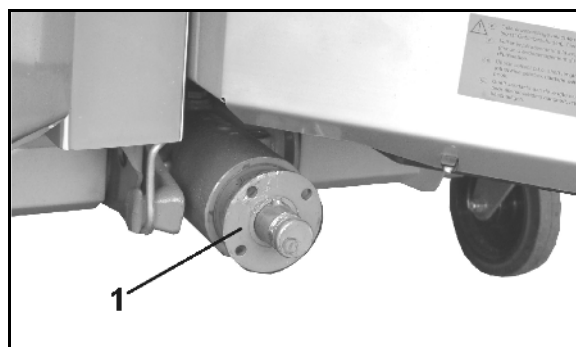

Рис. 24
5. Положите карданный вал на специально предусмотренную подставку (Рис. 24/1).